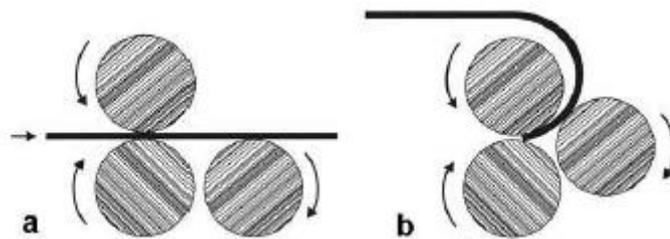

Рисунок 10-2
3. Когда материал достигнет точки, где должен начинаться радиус (рис. 10-2), остановите станок и поднимите неприводной валец, чтобы получить нужный изгиб.
4. Перезапустите вальцы и продолжайте операцию до завершения гибки (рис. 10-2). Поддерживайте заготовку на выходе из станка.